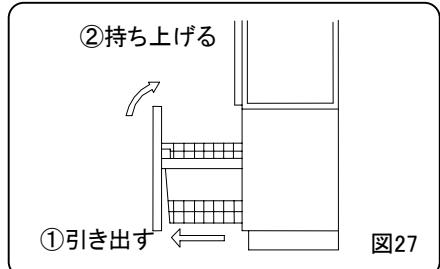

図27
①下台キャビネットのライドバスケットを扉ごと取りはずしてください。(図27)